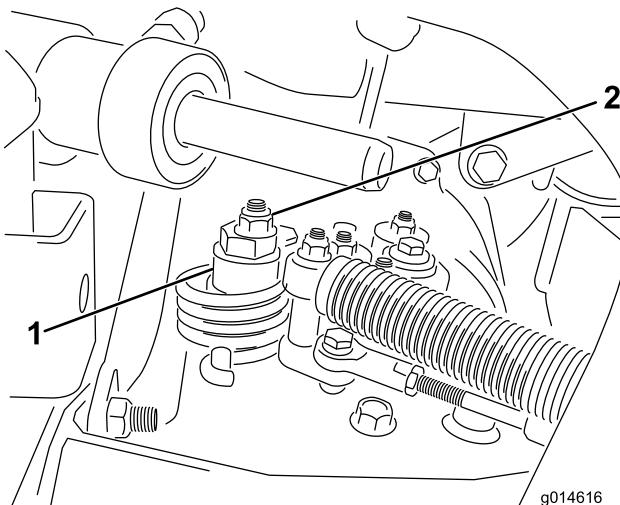

Figura 48
- Afloje la tuerca que sujetá el excéntrico a la parte superior del hidrostato (Figura 48).
- Gire el excéntrico hasta que no haya movimiento en ningún sentido. Cuando la rueda deje de girar, apriete la tuerca para bloquear el excéntrico y el ajuste (Figura 48). Compruebe el ajuste con el acelerador en las posiciones Lento y Rápido.